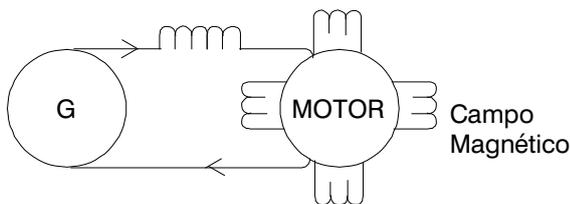

Fig. 2 - Potência reativa (kvar)
- **Potência Reativa:** potência usada apenas para criar e manter os campos eletromagnéticos das cargas indutivas. É medida em kvar. A fig. 2 ilustra esta definição.